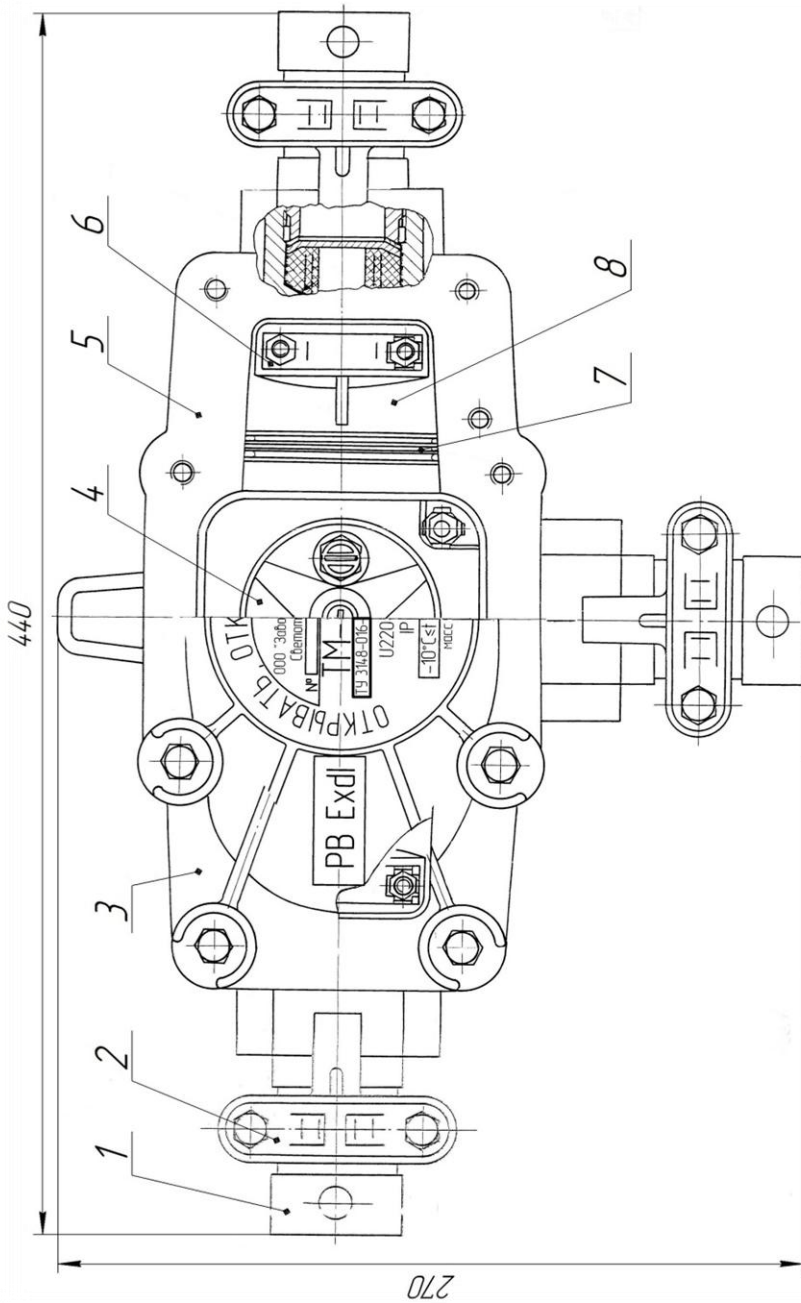

Рис.1 Муфта тройниковая ТМ-60.
4.1 Муфта тройниковая ТМ-60 У5 (рис.1) состоит из следующих основных узлов и деталей: корпуса (поз.1), крышки (поз.2), изоляционной панели (поз.3), кабельных вводов (поз.4).